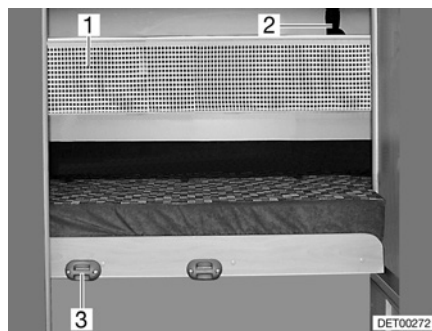

Bild 56 Sicherungsnetz
- Die Aufstiegsleiter mit den Holmen in die Halterung (Bild 56,3) an der Blende einhängen.
Das Sicherungsnetz (Bild 56,1) ist serienmäßig zwischen Matratze und Lattenrost verstaut. Das Sicherungsnetz erst aufspannen, wenn sich die Person bereits im Bett befindet.
- Die Haltebänder (Bild 56,2) in die Halterungen an der Decke einrasten.